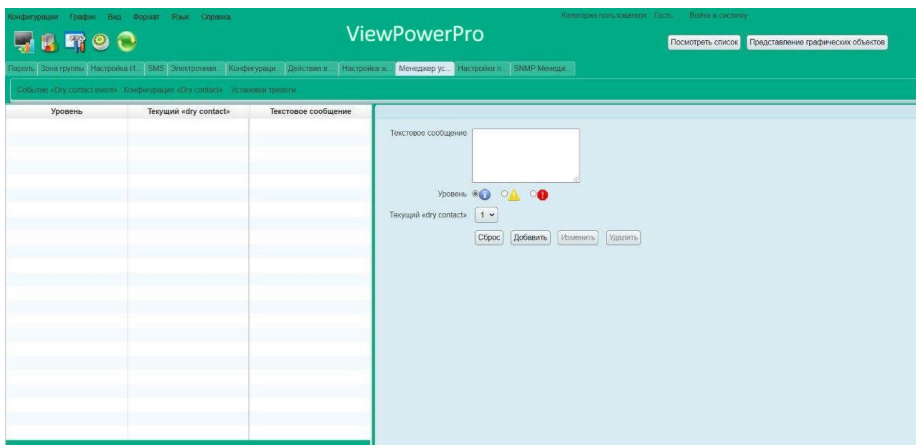

Рисунок 5-12
- Dry contact configuration/Настройка сухого контакта: можно указать специальное событие с назначенным номером сухого контакта для определенного устройства контроля мониторинга параметров окружающей среды EMD. Когда назначенное устройство обнаруживает определенное событие на указанном сухом контакте, программное обеспечение высылает аварийное сообщение. См. рисунок 5-12.